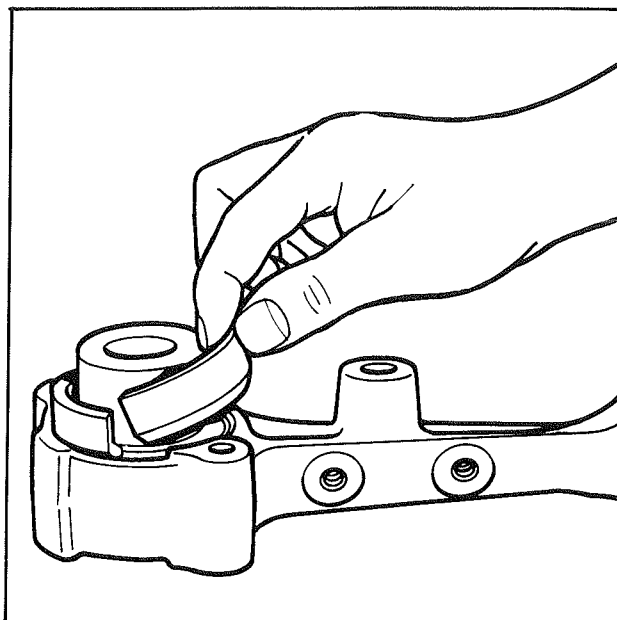

Fig. 4
- Placer les demi-coquilles 20901 S côté bossage (Fig. 4)